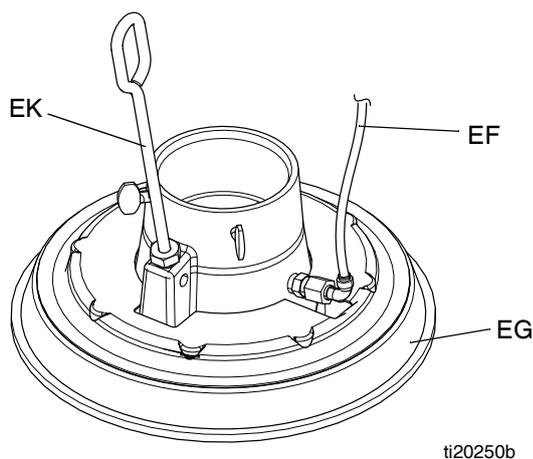

FIG. 10
Vedere FIG. 10. Se la piastra non fuoriesce facilmente dal secchio quando la pompa viene sollevata, il flessibile a supporto pneumatico (EF) o la valvola di ritegno a supporto pneumatico potrebbero essere ostruiti oppure l'asta di sfiato (J) potrebbe non essere serrata. Una valvola di ritegno a supporto pneumatico ostruita impedisce all'aria di raggiungere la parte inferiore della piastra per l'ausilio durante il sollevamento dal secchio. Se l'asta di sfiato non è serrata, non ci sarà accumulo di pressione.
1. Attenersi a **Procedura di scarico della pressione** a pagina 10. Consultare le illustrazioni delle parti della piastra a pagina 15 e smontare la valvola di ritegno a supporto pneumatico (414) come indicato.
2. Pulire il tubo a supporto pneumatico (EF) nella piastra. Pulire tutte le parti della valvola di ritegno a supporto pneumatico (414) e rimontarle.
3. Estrarre l'asta di sfiato (J) dalla piastra. Inserire l'asta di sfiato attraverso le porte di sfiato per rimuovere il residuo di materiale.